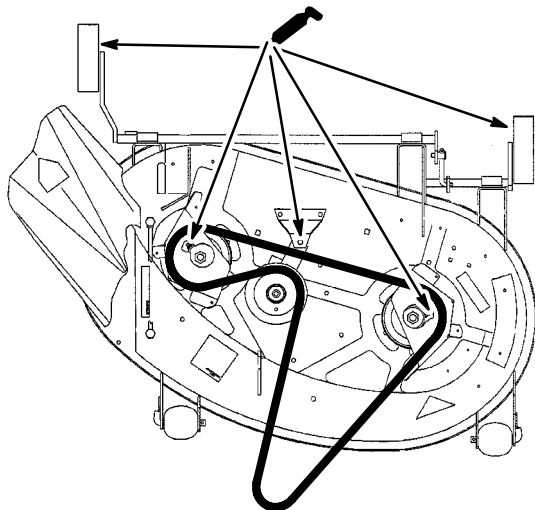

Bild 27
1. Schmieren Sie die Messerspindeln, den Spannscheibenarm und die Lager der Radstelze (Bild 27).